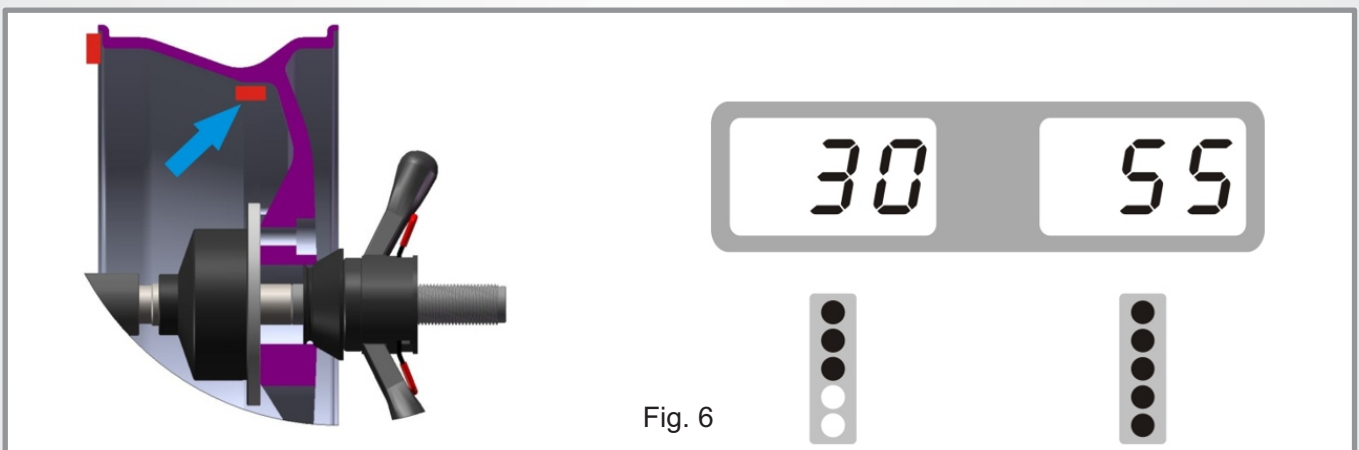

Fig. 6
4.2.5. Roda girando lentamente no sentido anti-horário, os displays com leds direitos totalmente acesos indicam a posição angular correta onde montar os contrapesos, posição 12 horas (9H=Off) ou 9 horas (9H=On) externamente, conforme Fig. 6 e adicione o contrapeso.